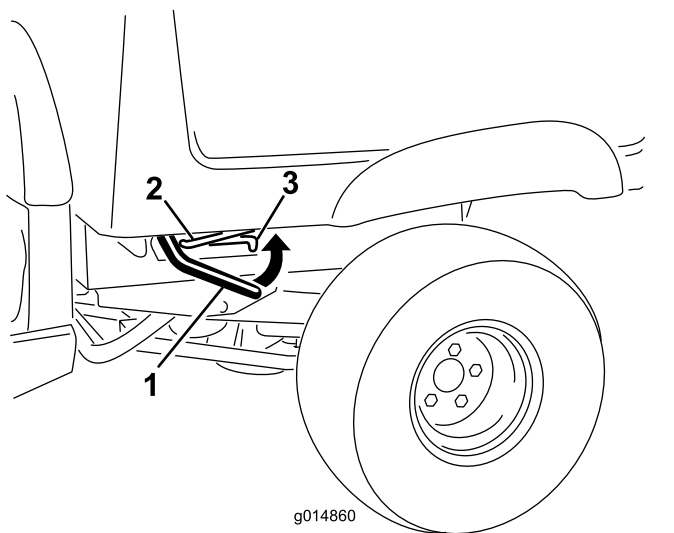

Figure 1
4. Levez le levier de chaque côté du plateau de chargement et levez le plateau (Figure 1).